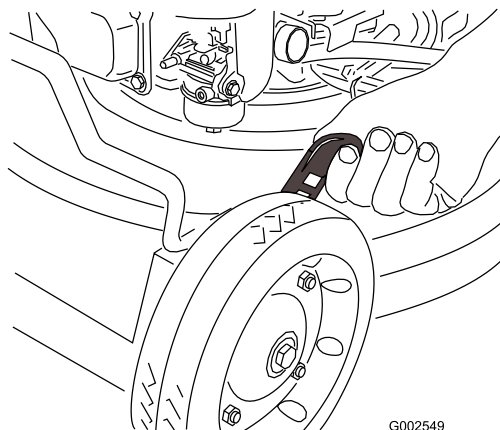

Figure 16
1. Tirez le levier de réglage de hauteur vers la roue (Figure 16) et amenez-le à la position voulue.